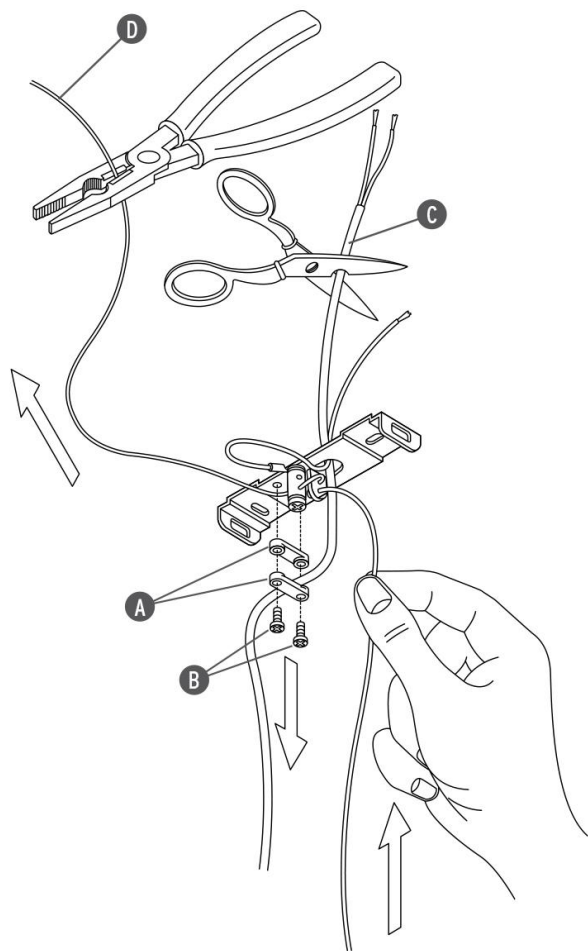

Fig. 1b
<EN> Fig.1b USA Remove the wire holder (A) by unscrewing the screws (B); cut the power supply wire (C) and the still cable (D) at the desired height.
<FR> Fig.1b USA Démontez le bloc-câble (A) en dévissant les vis (B); coupez le câble d'alimentation (C) et le câble en acier à la hauteur désirée.
<ES> Fig.1b USA Quite el soporte del cable (A) desatornillando los tornillos (B); corte el cable distribuidor de corriente (C) y el cable restante (D) a la altura deseada.
<J> 図.1b USA ねじ(B)を回して外しながらワイヤーホルダー(A)を取り外します。;電源ワイヤー(C)を切ってケーブル(D)を必要な長さで切断します。